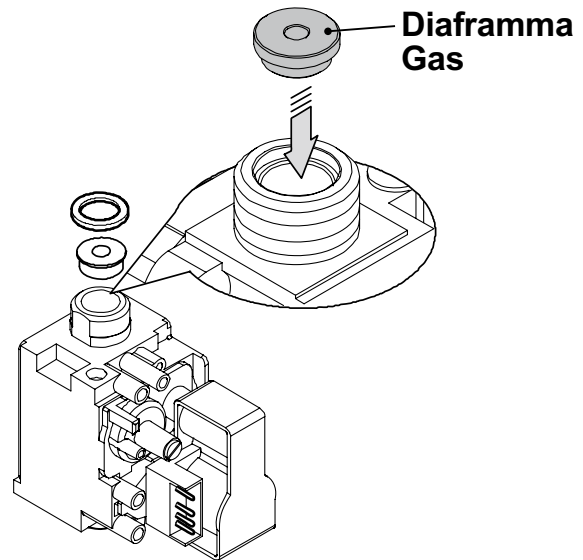

Figura 8.2
- Eseguire la trasformazione del tipo di gas sostituendo correttamente il diaframma gas (Figura 8.2), facendo riferimento alla sezione "Dati tecnici" pag. 23 (modello KONDENS N 25 R) e pag. 26 (modello KONDENS N 35 R).